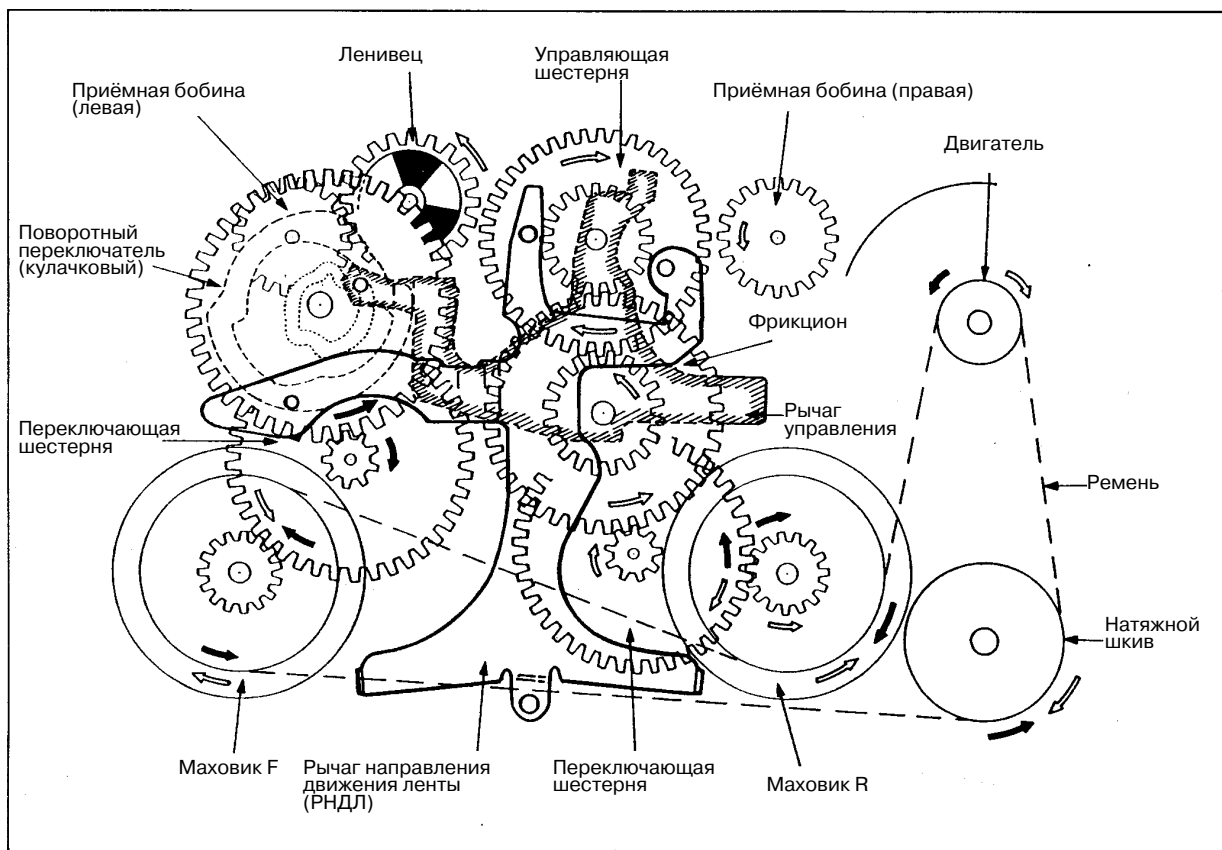

Рис. 1 Схема устройства (вид снизу)
- На рис. 1 представлен вид снизу на положение шестерён и направление их вращения.
- Вращение двигателя передаётся в следующем порядке: ремень → маховик F → переключающая шестерня → поворотный переключатель и в этом случае переключающая шестерня вращается против часовой стрелки (в направлении b). (см. рис. 1).